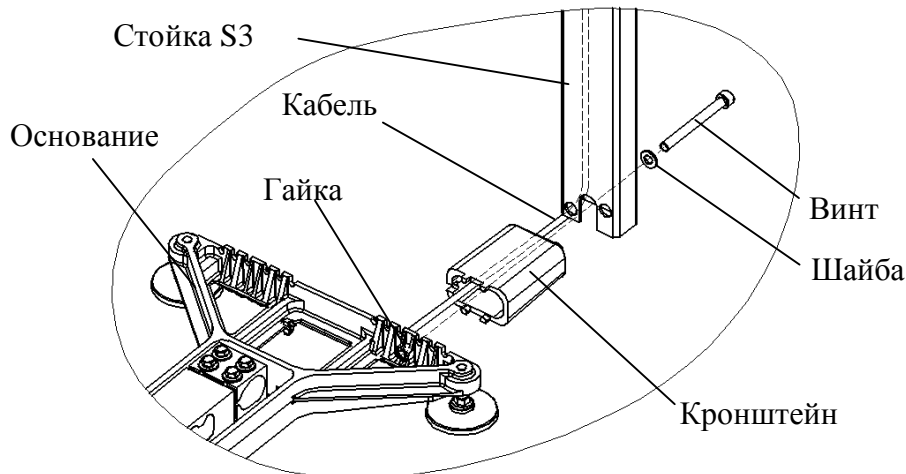

Рис. 6.3 - Крепление прямоугольной стойки к основанию весовой платформы ТВ-S\_
- протянуть кабель весовой платформы через кронштейн и стойку (Рис. 6.3);